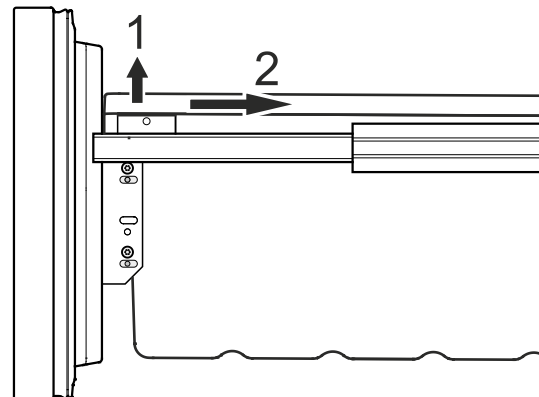

Figura 17
- Desenclave el recipiente por el canto izquierdo y derecho tirándolo hacia arriba (1) - **Figura 17.**
- Deslice el recipiente hacia atrás (2) - **Figura 17.**